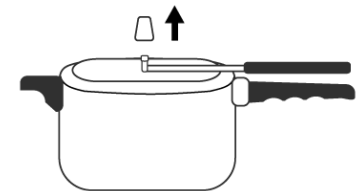

FIG.5
1. Una vez terminada la cocción, debe retirar la olla de la fuente de calor y dejar que baje la presión de forma natural hasta que la olla quede sin ella. Quite la válvula giratoria (1) y si queda algo de vapor en la olla, éste saldrá por la chimenea (4). (FIG. 5).